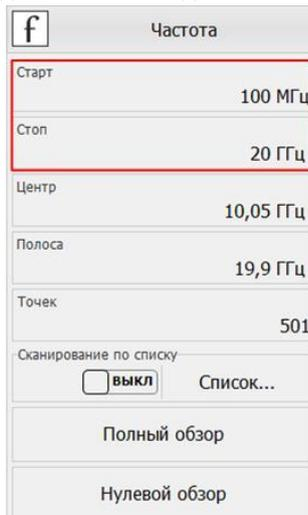

Рисунок 10. Задание частотного диапазона измерения.
6. В панели управления «Частота» задать частотный диапазон измерения (100 МГц ...20 ГГц), рис. 10.